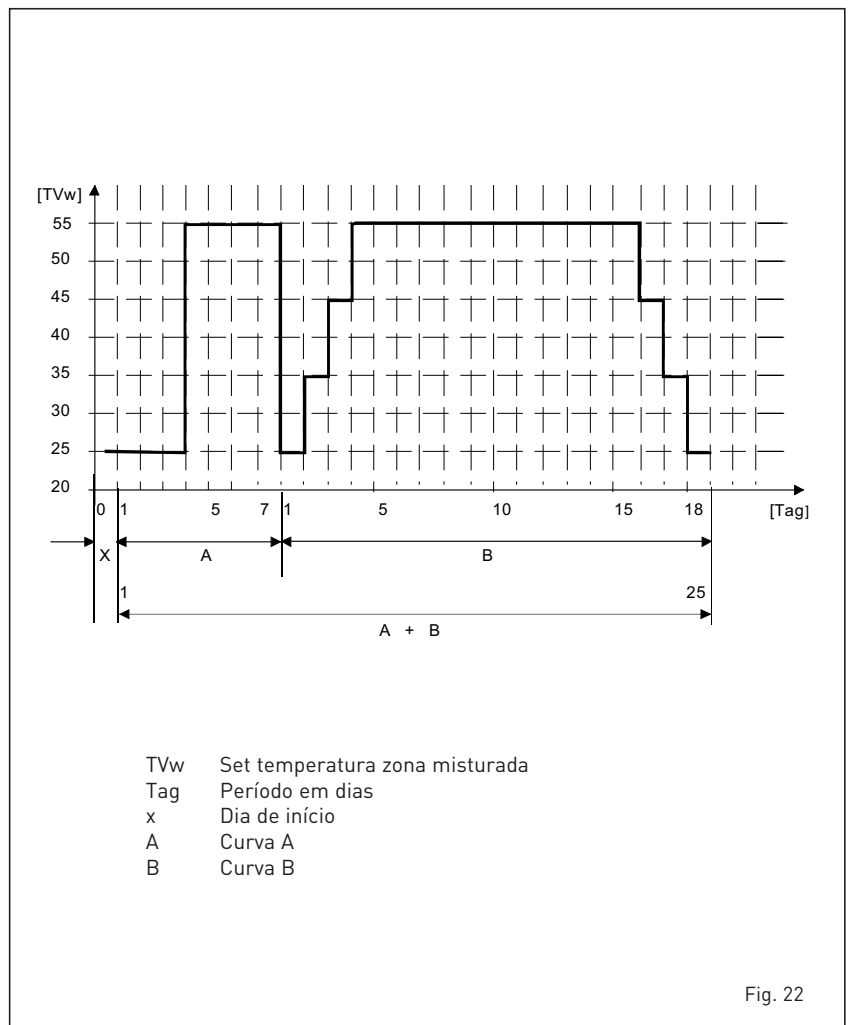

Fig. 22
4.5.3 Função de secagem da betonilha (fig. 22)
Para desligar a função é necessário premir a tecla OFF (retorno do PAR 43 ao valor 0) ou então desliga-se automaticamente no final da função. O set da zona misturada segue o andamento da curva seleccionada e atinge no máximo 55°C. Durante a função são ignoradas todos os pedidos de calor (aquecimento, sanitário, anti-gelo e limpa-chaminés). Durante o funcionamento no display aparecem os dias restantes para o completamento da função (ex. dígitos principais -15 = faltam 15 dias para o final da função). O gráfico da fig. 22 representa o andamento das curvas.